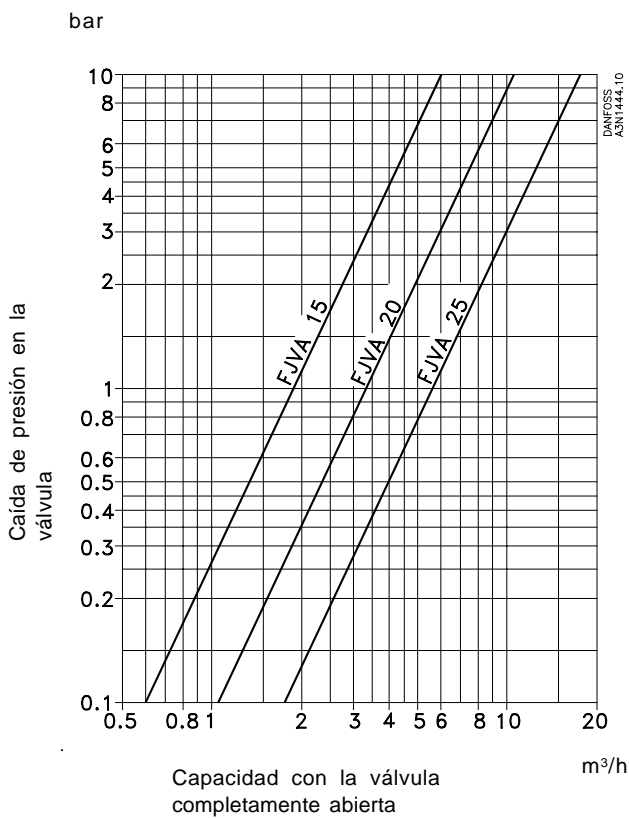

Fig. 8
- Fig. 8 - Las cantidades de caudal como función de la caída de presión Δp